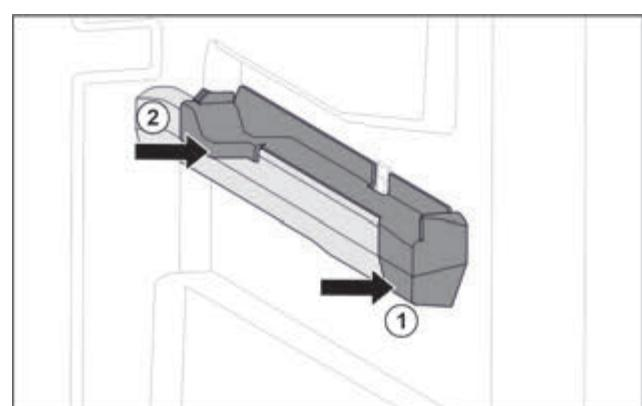

Fig. 75 Вставна частина на правому ребрі для резервуару
- Одягти вставну частину вперед на ребро резервуару. Fig. 75 (1)
- Притиснути вставну частину позаду. Fig. 75 (2)